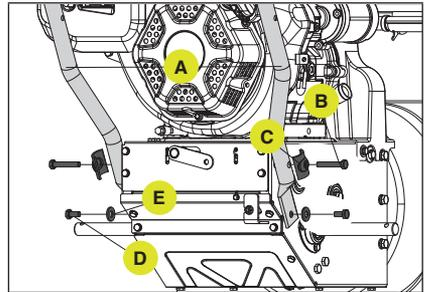

Figure 2
2. Reliez les poignées supérieure et inférieure à l'aide de boulons (F), de rondelles (G) et de boutons de verrouillage (H) (Fig. 2). Serrez bien les boulons. Ne serrez pas de manière excessive.